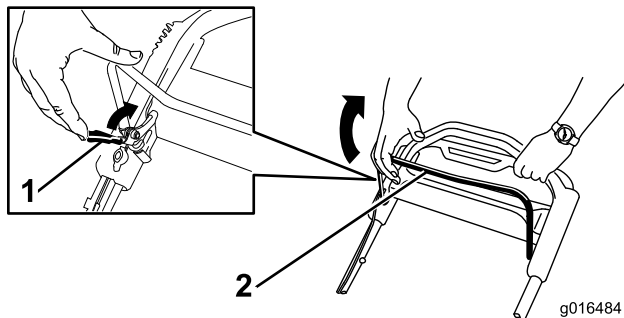

Рисунок 21
1. Потяните фиксатор штанги управления ножом в сторону штанги (Рисунок 21).
2. **Медленно** потяните штангу управления ножом обратно к рукоятке (Рисунок 21).